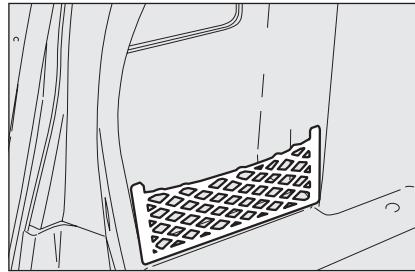

fig. 12
– **fig. 12** - versión sin tapa lateral